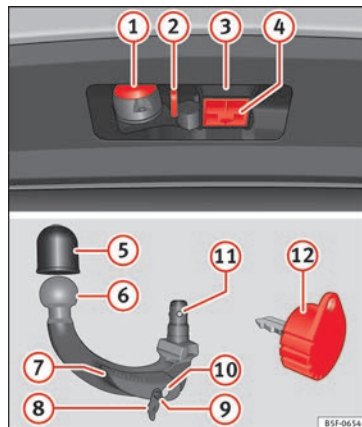

Fig. 222 Soporte del dispositivo de enganche para remolque / bola desmontable / llave
Leyenda de la »» fig. 222
- Extraiga el tapón de alojamiento del gancho (4) » fig. 222 hacia abajo.